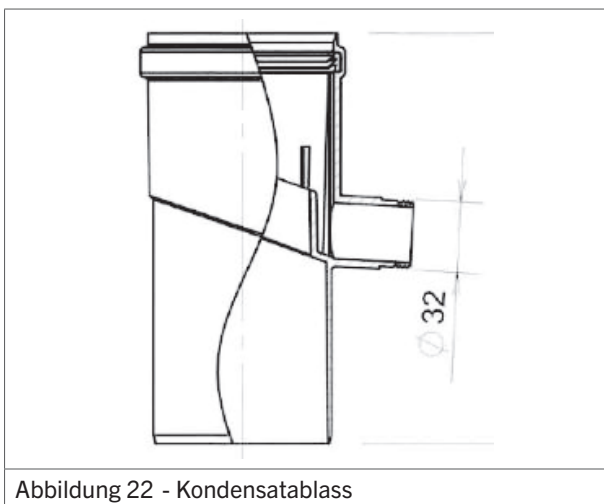

Abbildung 22 - Kondensatablass
- Setzen Sie einen Kondensatablass (Abb. 22) ein.